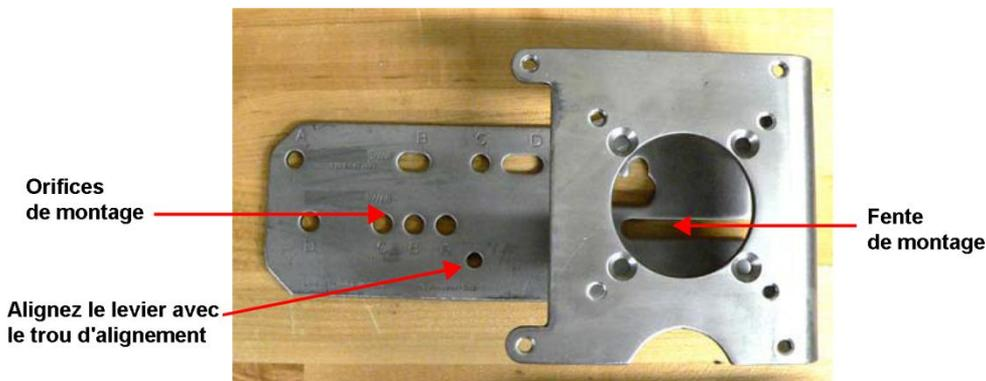

Figure 14 Veillez à une bonne linéarité de position
12. Veiller à ce que le tendeur réglable est parallèle à la tige de vanne. Vérifier que le trou dans le levier est aligné avec le trou d'alignement dans le support lorsque la vanne est en position fermée. Vérifiez que le support est monté en utilisant les trous appropriés (Figure 14).